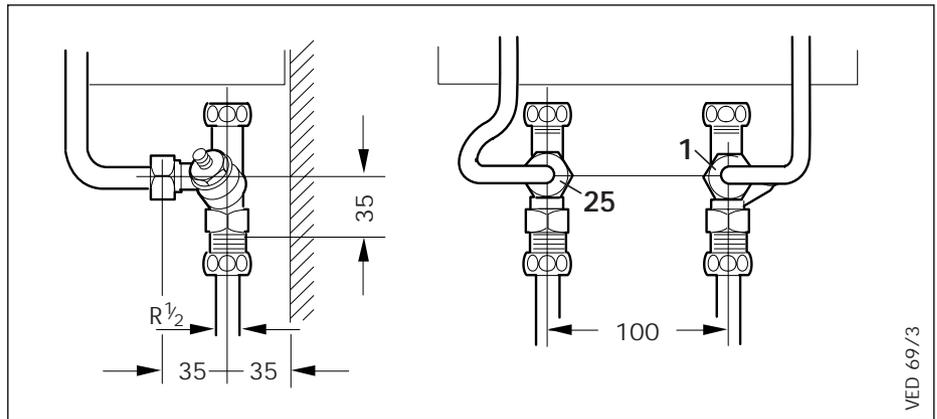

Abb. 5.5 Überputzinstallation, Kaltwasseranschluß an der Druckarmatur; Maße in mm
### 5.5.4 Überputzinstallation für entfernte Zapfstellen (Abb. 5.5)
Die Verschlusskappen der beiliegenden Wasseranschlußstücke auf das zweite Kurzgewinde wechseln, darüber die über Putz verlegten Kalt- und Warmwasserleitungen – wie in Abb. 5.5 gezeigt – mit dem Gerät verbinden.
- für Kaltwasseranschluß über die Mischbatterie, wie in den Abb. 5.5 und 5.7 dargestellt.
- für ausschließliche Direktzapfung, wie in den Abb. 5.5 und 5.7 gezeigt.